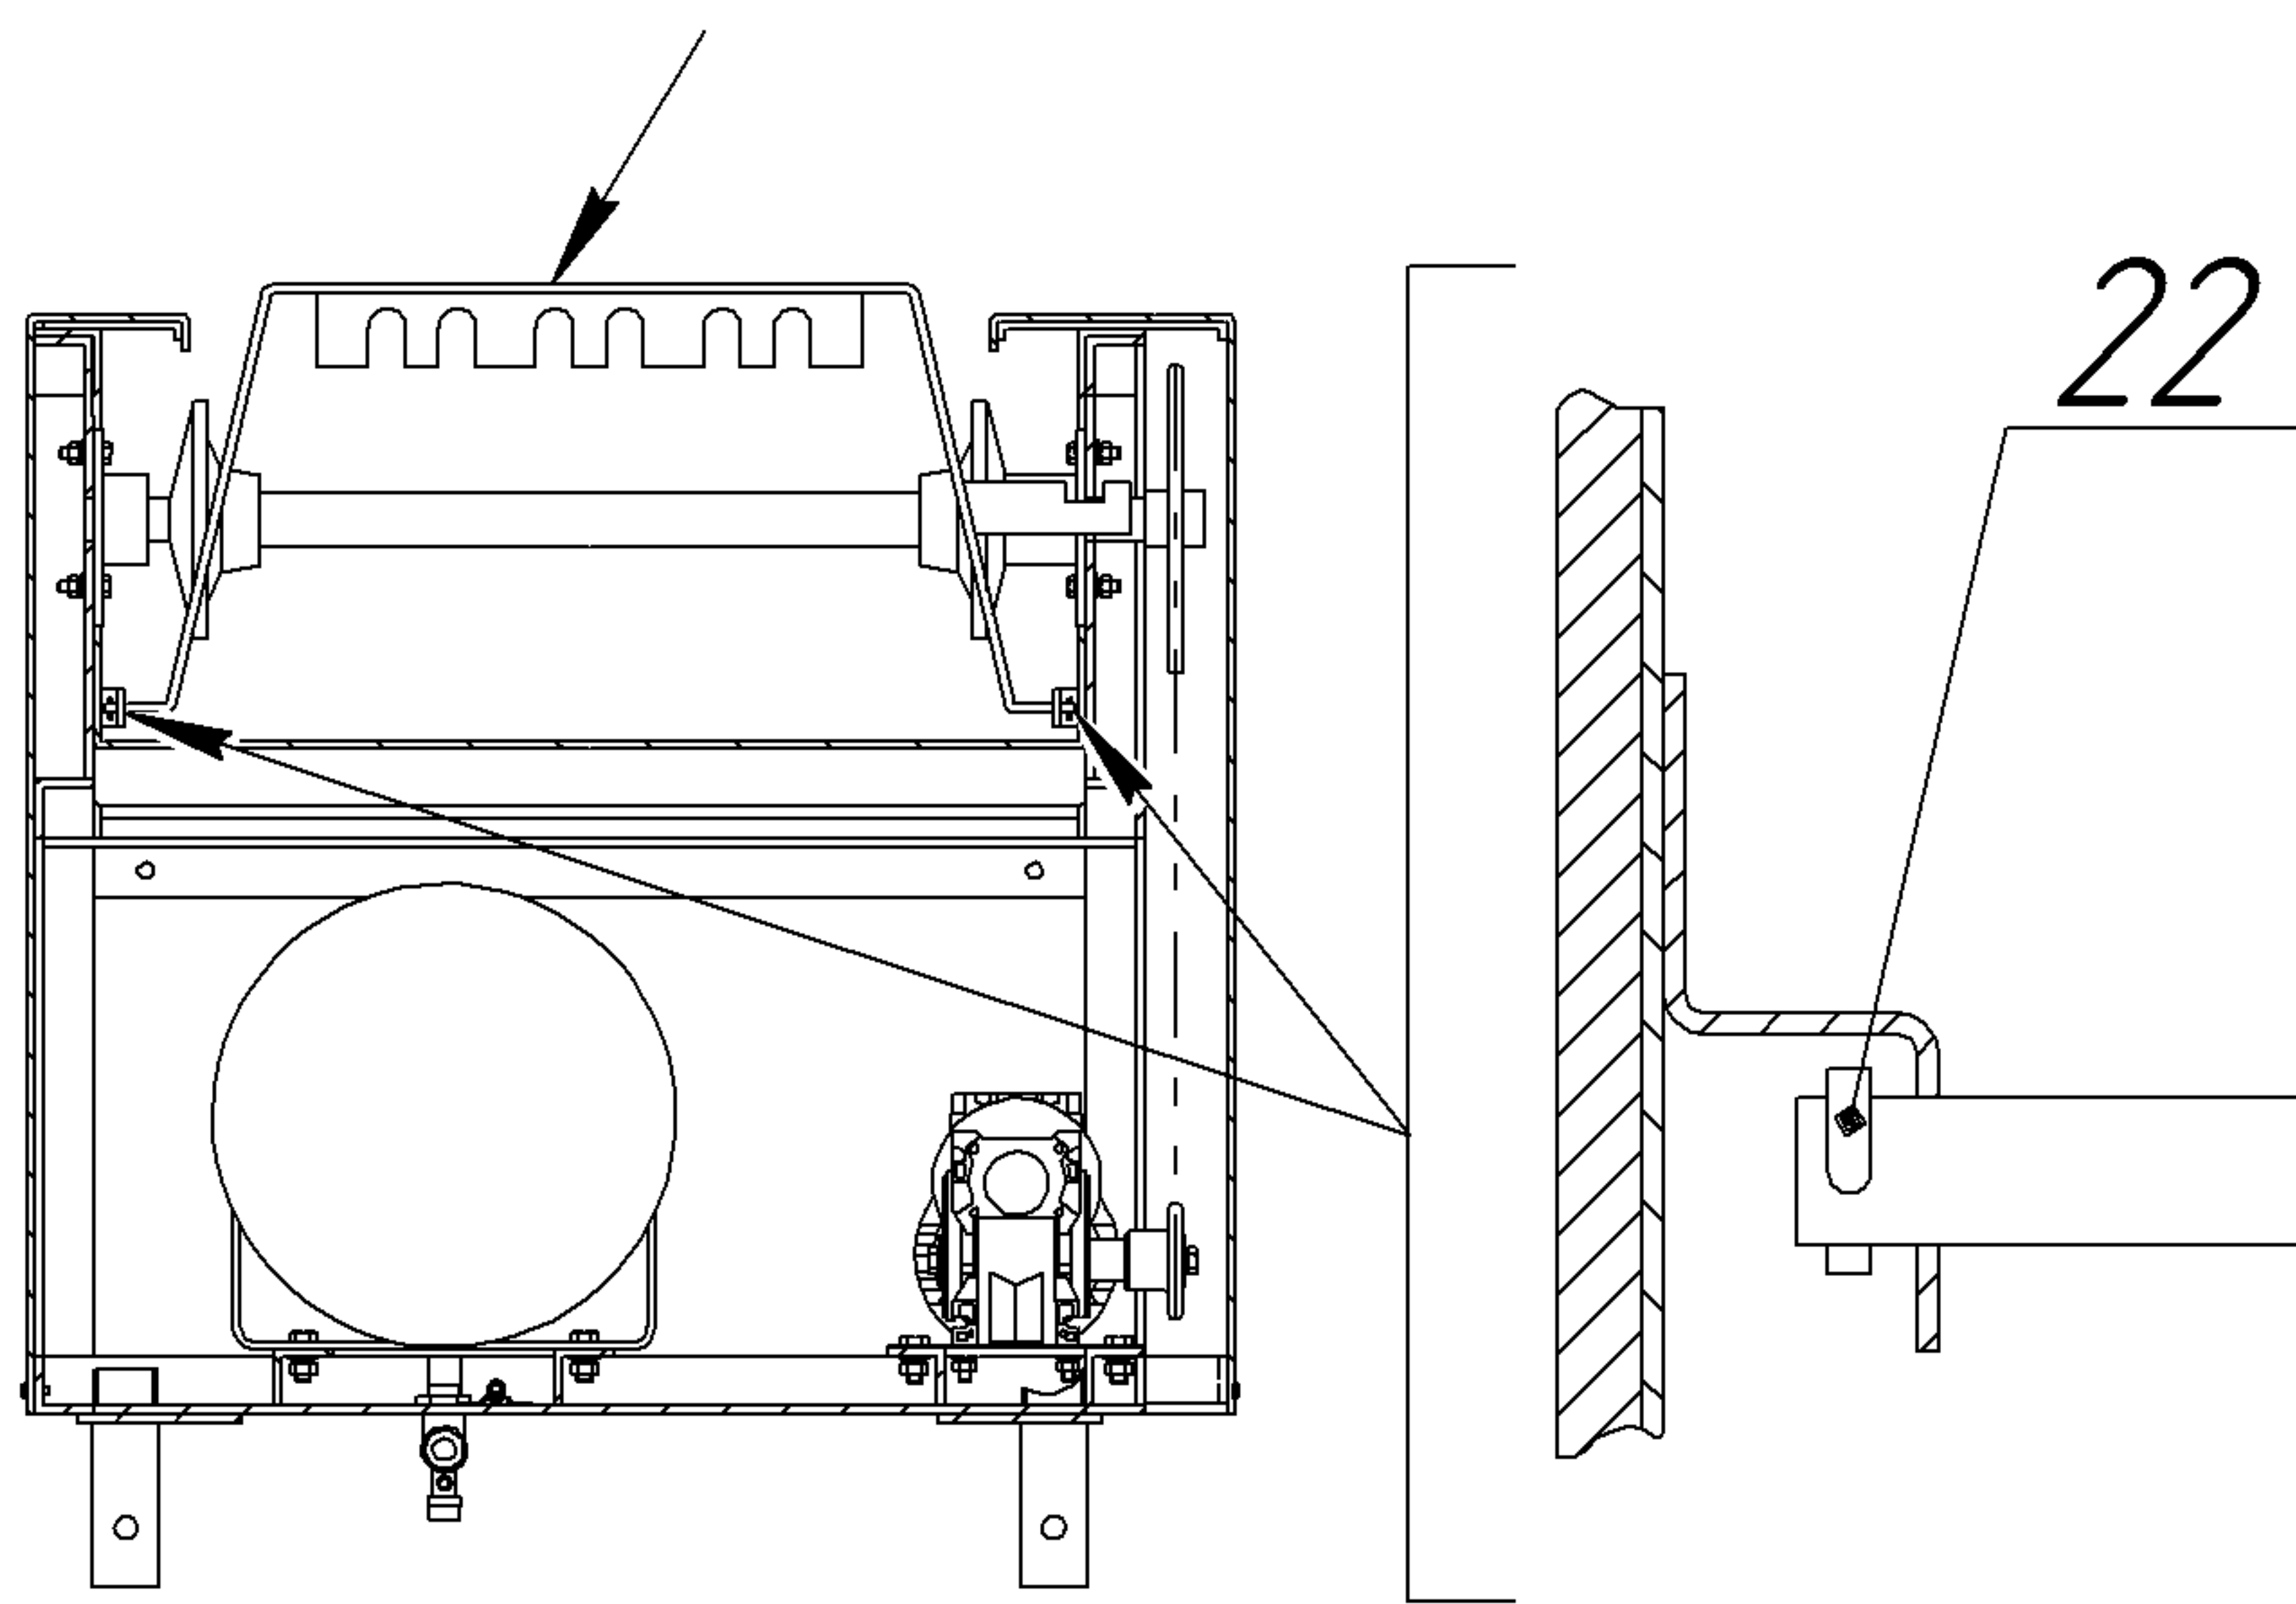

Рис. 7
**13.** Снять рычаг (показан стрелкой) в секции разгрузки перед настилом транспортера, разогнуть и вытянуть два штифта поз. 22 (рис. 7).